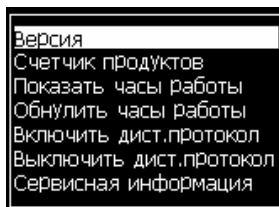

Рисунок 4-14: Меню “Data Logging” (регистрация данных)
Меню “Data Logging” (регистрация данных) (Рисунок 4-14) дает Вам доступ к данным работы принтера, и позволяет получить удаленный доступ к этим данным.
- 1 Откройте меню "Data Logging" (регистрация данных) (смотрите Рисунок 4-14 на странице 4-10).